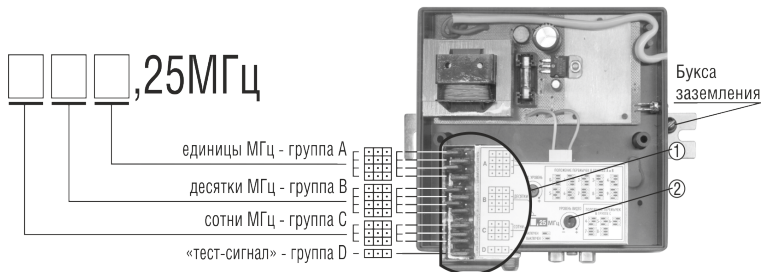

Рисунок 2. Наборное поле
6. Нормальная контрастность изображения устанавливается с помощью регулятора «УРОВЕНЬ ВИДЕО» (поз. 2 на рис. 2). Для номинального уровня видеосигнала регулятор «УРОВЕНЬ ВИДЕО» устанавливается в среднее положение.
7. При подаче сигнала непосредственно на телевизионный приёмник во избежание перегрузки последнего, рекомендуется устанавливать минимальный выходной уровень радиосигнала. Регулировка выходного уровня осуществляется регулятором «ВЫХ. УРОВЕНЬ» (поз. 1 на рис. 2).
Частота несущей видеоизображения (МГц) задается с помощью перемычек групп А, В, С (см. рис. 2) и может принимать значения в диапазоне: